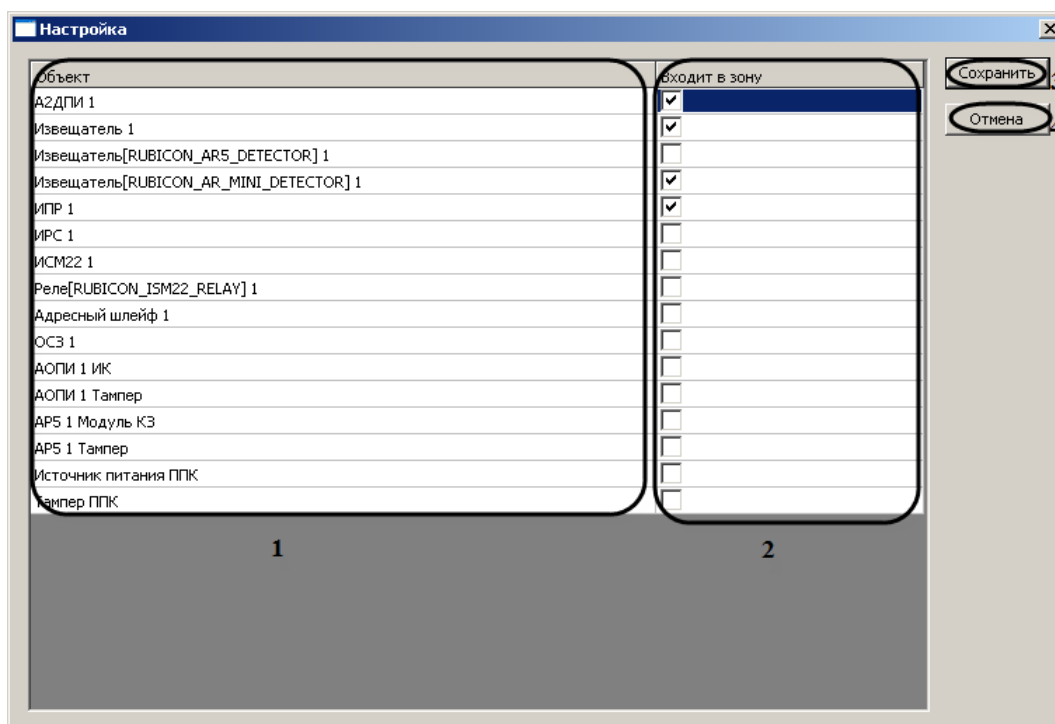

Рис. 3.7—6 Настройка связи объектов с областью
Примечание. В столбце **Объект** отображается список объектов, созданных в программном комплексе Интеллект (см. Рис. 3.7—6, 1).
3. Для связи объектов с охранной зоной необходимо установить флажок в соответствующей ячейке столбца **Входит в зону** (см. Рис. 3.7—6, 2).